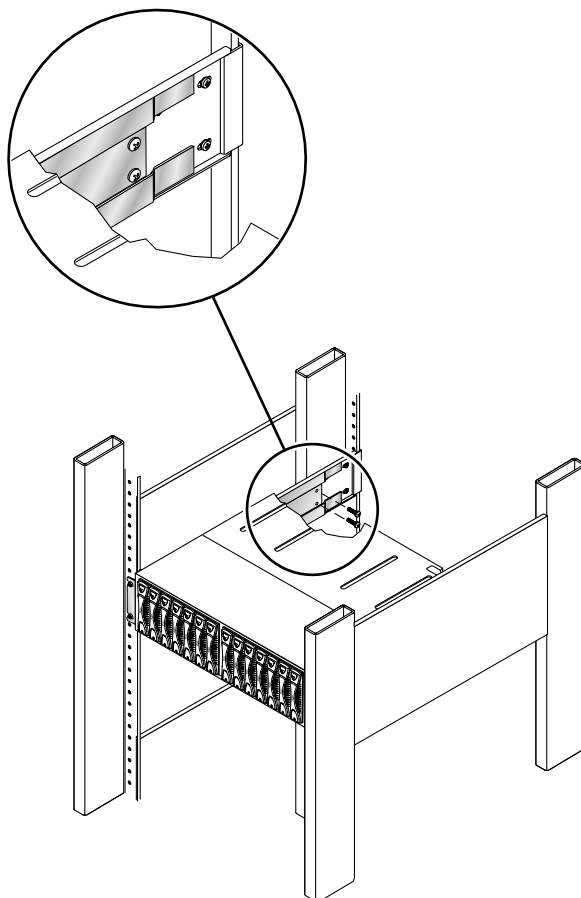

図 10 2本のネジでアレイの背面側留め具をサイドレールに固定
5. 2本のネジを使い、アレイの左側の背面側留め具をサイドレールに固定します (図 10)。